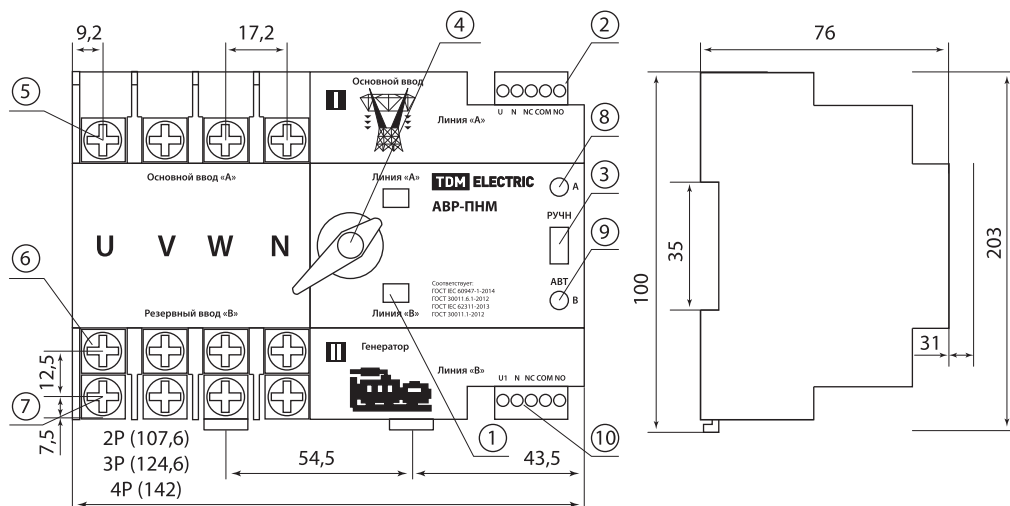

Рисунок 1. Габаритные размеры АВР-ПНМ, мм
2.1. Ручной режим работы предназначен для гарантированного отключения устройства при аварии или перебоях питания. Для перехода в ручной режим установите переключатель 3 (рисунок 1) в положение «Ручной» (РУЧН). После завершения использования ручного режима необходимо перевести переключатель 3 (рисунок 1) в положение «Автоматический» (АВТ).
основного на резервный источник. Для перехода в автоматический режим установить переключатель 3 (рисунок 1) в положение «Автоматический» (АВТ).
3.3. Для правильной работы АВР-ПНМ на разъем питания 2 и 10 (рисунок 1) подается управляющее напряжение: 230 В, 50 Гц. Сечение подключаемого медного проводника не должно превышать 2 мм².